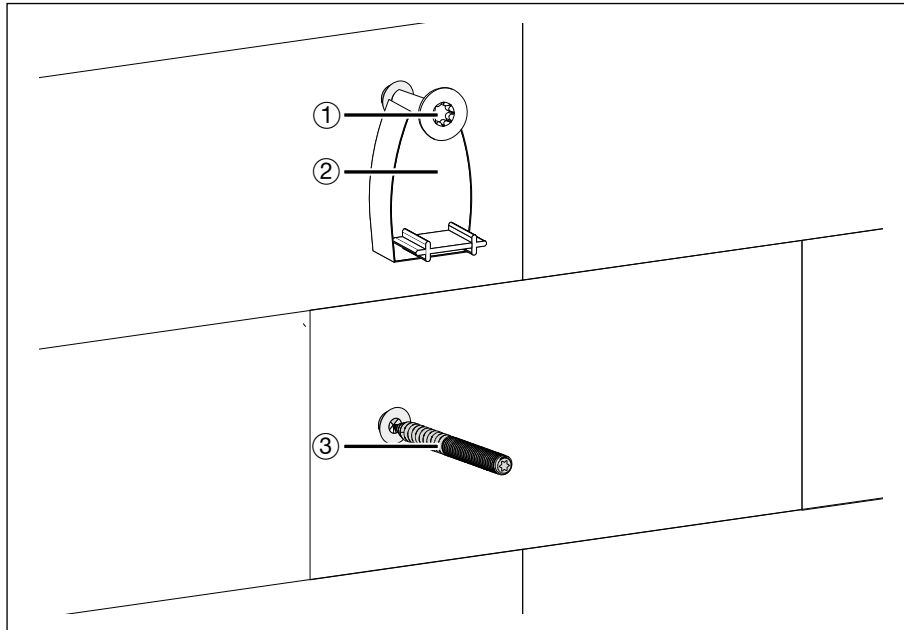

Fig. 15: Montagem dos parafusos à parede
- ① Parafuso de cabeça redonda 5 x 60
- ② Ajuda de montagem
- ③ Parafuso de rosca dupla
- 9 Cortar os dois pinos de travamento ① com um cortador lateral.
- 10 Pressionar a tampa de cobertura ②.
- 11 Colocar o suporte para cabos com a abertura ③ no parafuso de cabeça redonda (ver Fig. 15: Montagem dos parafusos à parede).
- 12 Posicionar a abertura ④ através do parafuso de rosca dupla.
- 16 Voltar a colocar a tampa de cobertura ② no suporte para cabos.